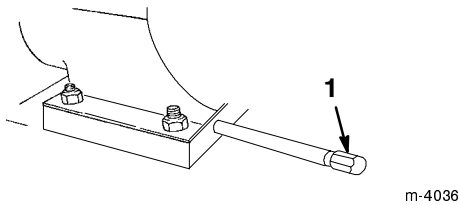

Figure 28
3. Placez le bac de vidange sous le tube de vidange et retirez le bouchon (Fig. 28).